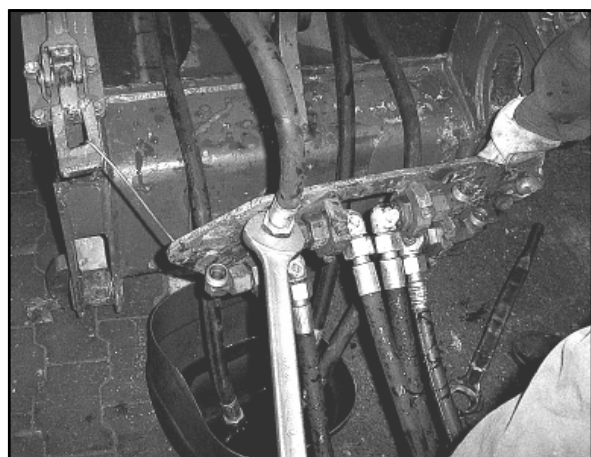

Bild 9
(8) Hydraulikschlauchleitungen vom Tieflöffel kommend von Schlauchplatte abschrauben (SW 36) und Öl in Auffangbehälter auslaufen lassen (Bild 9).